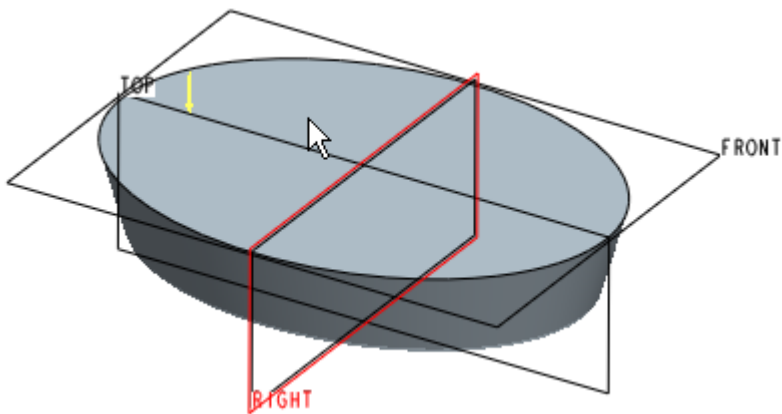

图 50-28
(3) 单击 ，打开【剖面】对话框，选择模型底面为草绘平面，RIGHT 基准面为视图方向参照，如图 50-28 所示，单击【草绘】按钮，进入草绘工作环境。